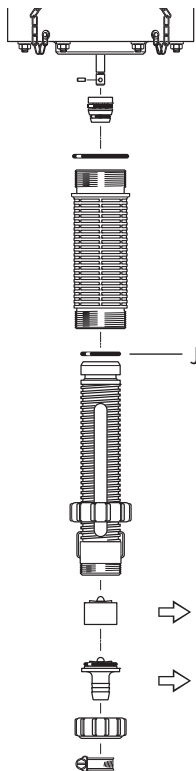

Fig. 16
- Lubrificare al silicone la guarnizione (Fig. 16-J).